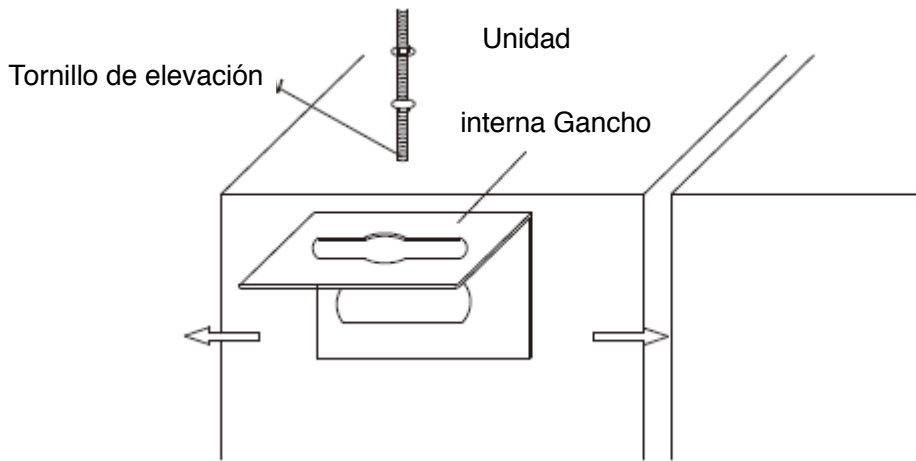

Imagen 5
- Fije los ganchos en la unidad interna (refiérase a la Imagen 5)